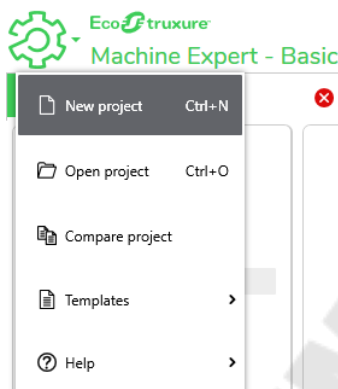

Рис. 8.11. Выбор пункта меню
1. Выбрать пункт меню *New project* (рис. 8.11).